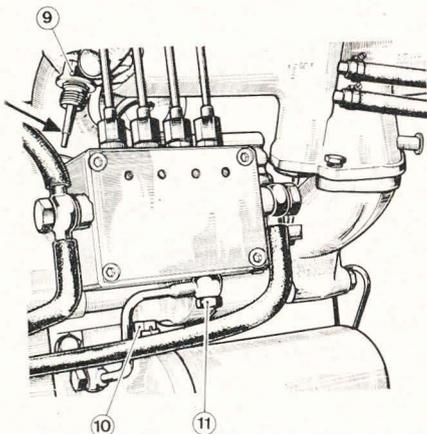

Fig. 61. — 9 : jauge ; 10 : bouchon ; 11 : vis.
- Vérifier le niveau d'huile (au repère). La lecture de ce niveau doit être faite après avoir préalablement vissé le bouchon de jauge 9 (voir fig. 61).